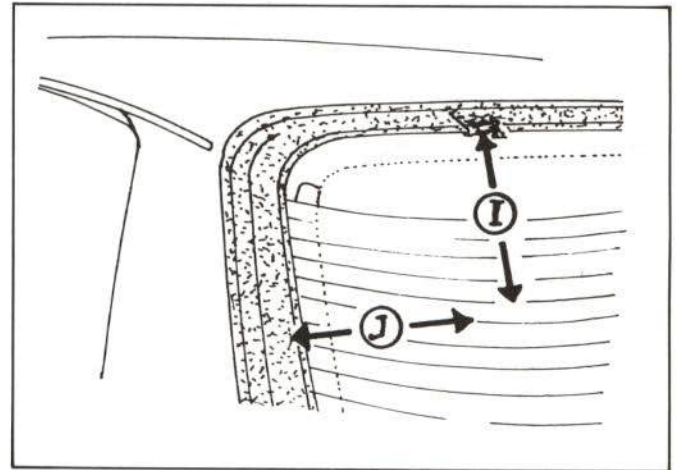

Figura 52.—Reglaje del cristal.
- Realizar el reglaje del cristal en altura según (I) y lateralmente según (J) (véase figura 52).